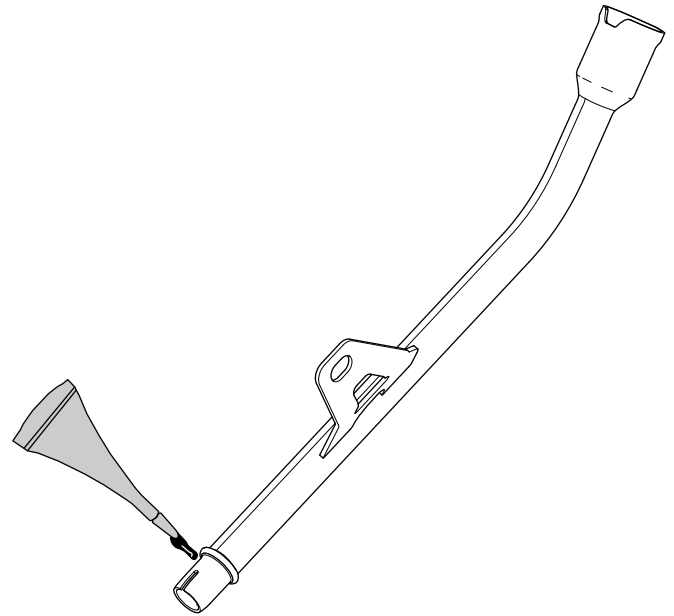

図 8
4. ディップスティックチューブの接着面に Loctite® 620 を均一に塗りつける 図 8。